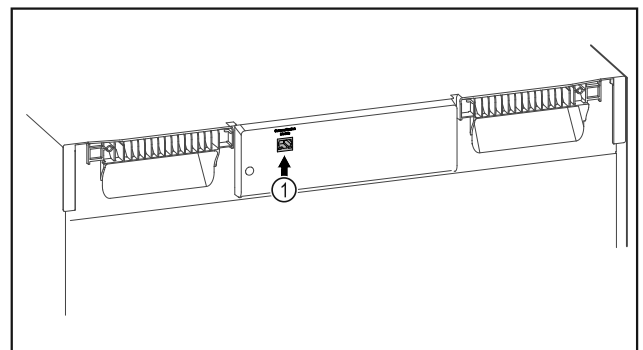

Fig. 108
- Το SmartModule Fig. 108 (1) είναι τοποθετημένο.